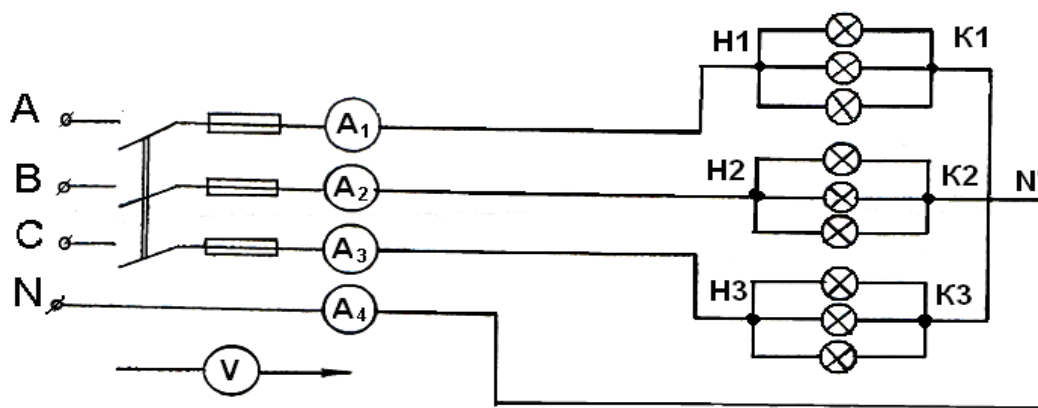

Рисунок 4 – Схема трехфазной цепи с нейтральным проводом
1. Соберите схему исследования трехфазной цепи, предъявите для проверки преподавателю (рисунок 4).